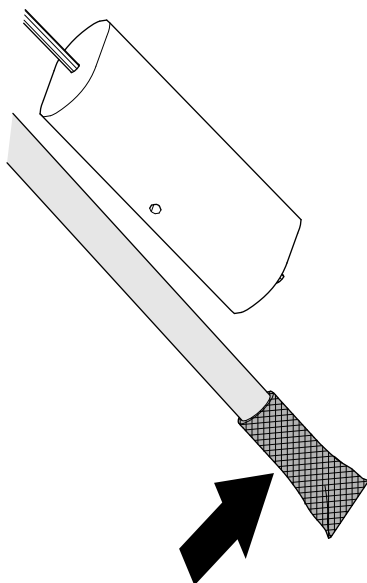

Figura 126
1. Limpie el filtro del extremo del tubo de aspiración de combustible (Figura 126).